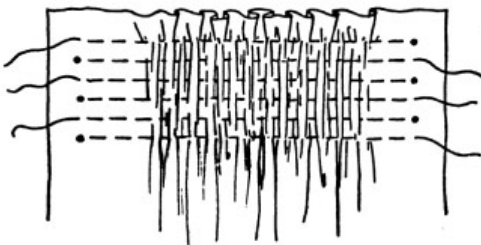

Рис. 299
- Прочно закрепите нить в начале первого ряда (рис. 299).
вертый как второй и т. д. (см. рис. 299). Выполните четное количество рядов.